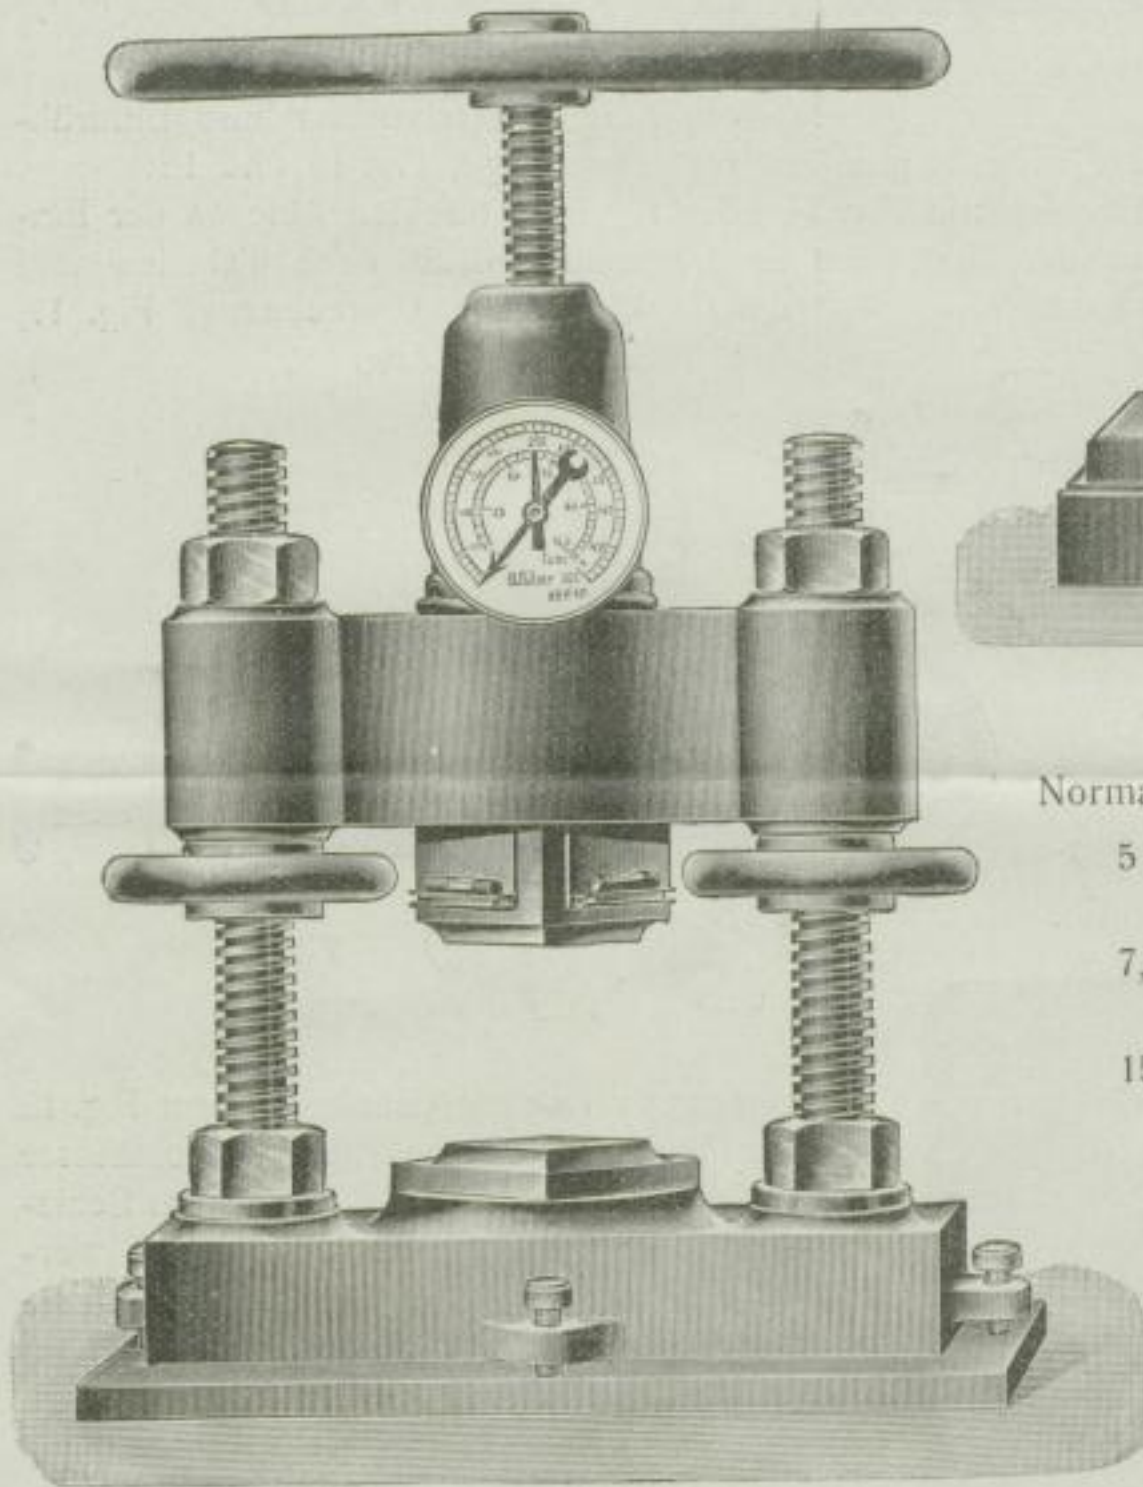
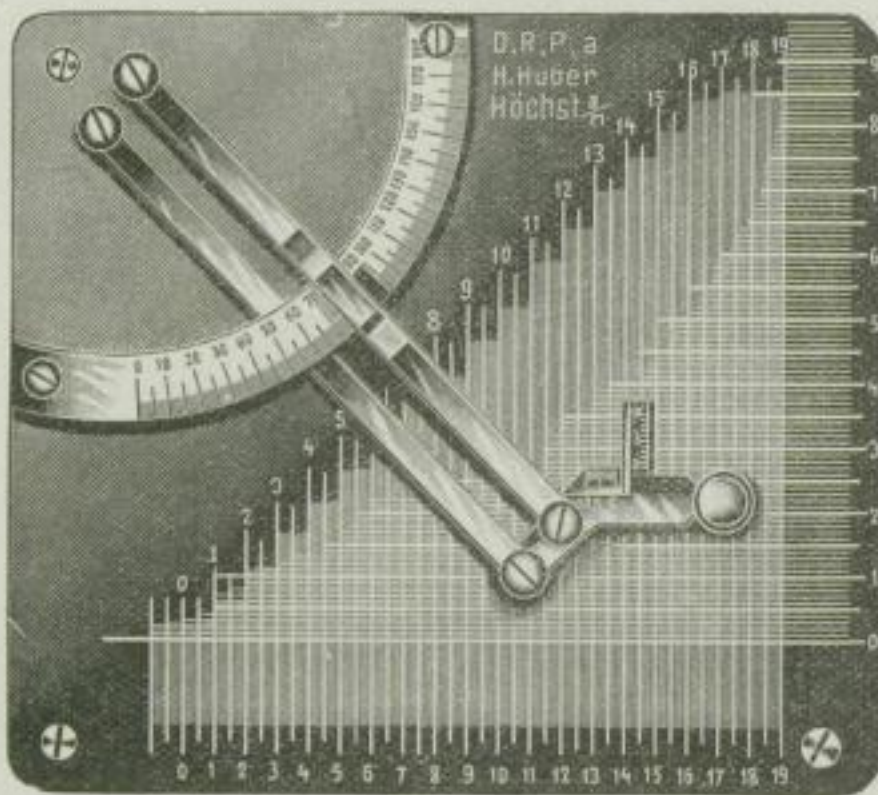

Fig. 11.
Fig. 17.
Fig. 11. Stein- und Betonprüfer, zur Ermittlung der Tragfähigkeit von Beton, künstlichen Steinen usw., D.R.G.M., D.R. und Auslandspatente! — Als Probestücke dienen Würfel von bestimmter Kantenlänge; zwei Wasserwagen, deren Achsen sich kreuzen, zeigen an, ob die Druckflächen des Würfels genau parallel zueinander sind.
4. in Verbindung mit Fig. 11 oder 12, zum direkten **AbleSEN** der Eindrückungstiefe und des Eindrückungswinkels ohne Tabellen und ohne jede Umrechnung, Fig. 17, D.R.P. — Ang.